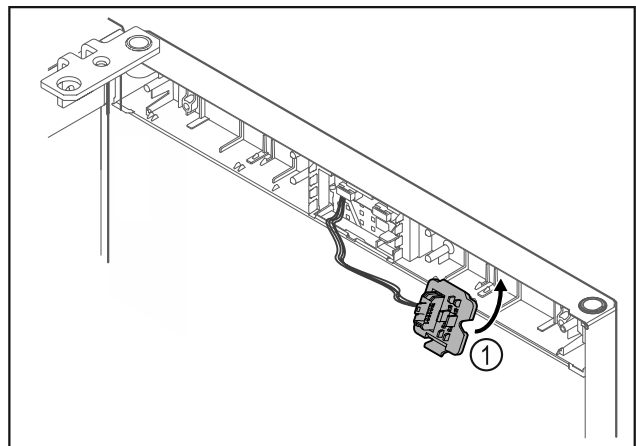

Fig. 19
- ▶ Зафіксувати кріплення штекера Fig. 19 (1) на протилежній стороні.